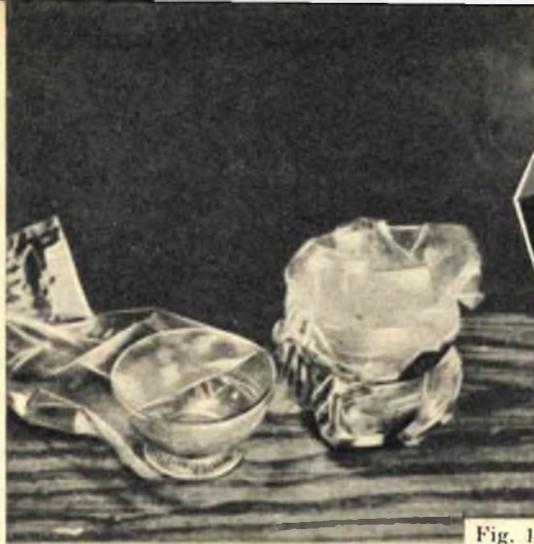

Fig. 1
Per congelare la miscela occorre una temperatura di 16 gradi sotto zero e ciò si ottiene facilmente preparando un piccolo mastello di legno (fig. 1). Sul fondo del mastello si collochi un po' di ghiaccio sminuzzato cospargendolo poi di sale da cucina in proporzione di  $\frac{1}{2}$  Kg. per ogni 3 Kg. di ghiaccio circa.
**Fig. 1 - La gelatiera è costituita da una cassettona di legno dentro alla quale viene posto il recipiente contenente la miscela da congelare. Nel fondo si pone un pezzo di ghiaccio intero e poi tutto attorno, ed anche sopra il coperchio, del ghiaccio tritato mescolato a sale.**
1) Nel caso dobbiate riporre stoviglie di cui non facciate largo uso, i sacchetti in nailon si presteranno egregiamente a proteggere le stesse contro la polvere (fig. 1).